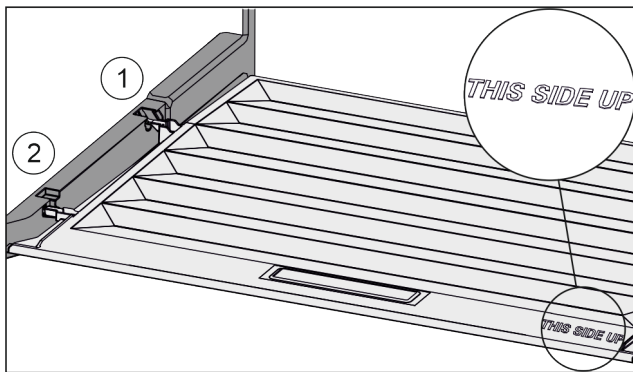

Fig. 104
- ▶ Вставити поперечні ребра через отвір заднього тримача Fig. 104 (1) і зафіксувати спереду у тримачі Fig. 104 (2).